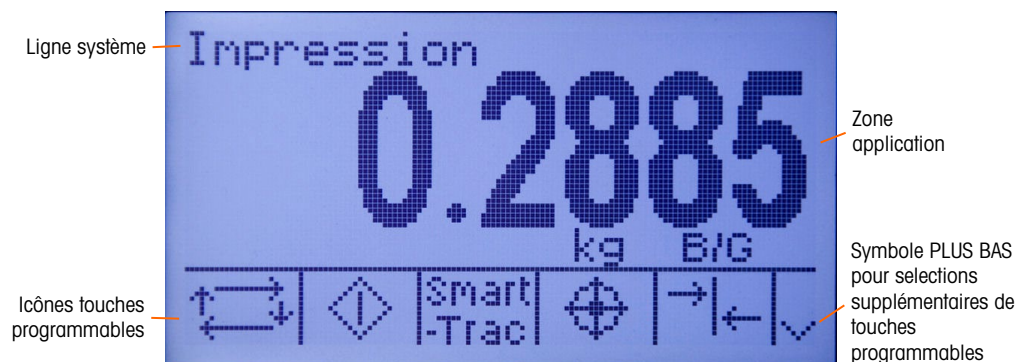

Figure 2-9 : Écran de l'opération de pesée par défaut, message système affiché
-  IMPRIMER Appuyez sur la touche de fonction de la balance IMPRIMER pour lancer une demande d'impression d'un modèle d'impression affecté. Une connexion d'impression Ethernet ou série doit être configurée pour lier un modèle ou un rapport au port Ethernet ou série sélectionné. La configuration est requise pour la connexion d'un modèle ou d'un rapport au port série ou Ethernet sélectionné et pour définir le rapport ou le modèle sélectionnés. Lorsqu'une commande d'impression est émise, le message « Impression » apparaît sur la ligne du système pendant 5°secondes – voir la Figure 2-9.
L'écran d'accueil s'affiche lorsque le terminal est inactif (voir Figure 2-9). L'écran d'accueil est le seul qui permette à l'opérateur d'accéder aux touches programmables.